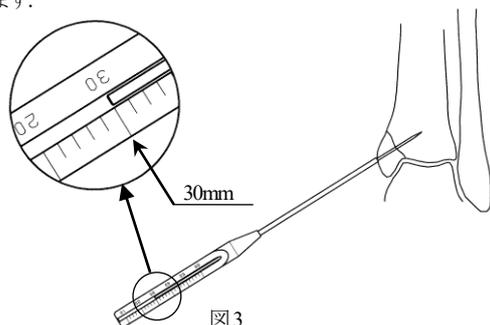

図3
- 3) 1.3 ガイドピンを介して、1.3 ガイドピンデプスゲージにて刺入深さを計測します。(図3)